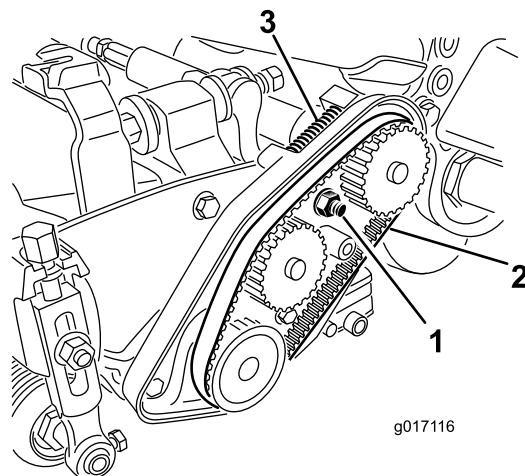

图16
3. 松开轴承座螺母 图16。
5. 拆下皮带 (图16)。
12. 确保压缩弹簧对皮带 (图16) 施加张紧力。